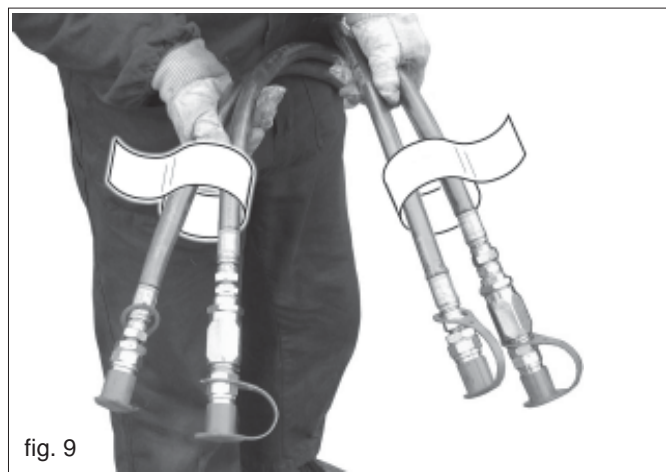

fig. 9
- 4) Collegare correttamente i tubi oleodinamici ai distributori del trattore seguendo l'indicazione riportata su ogni tubo (Fig. 9).